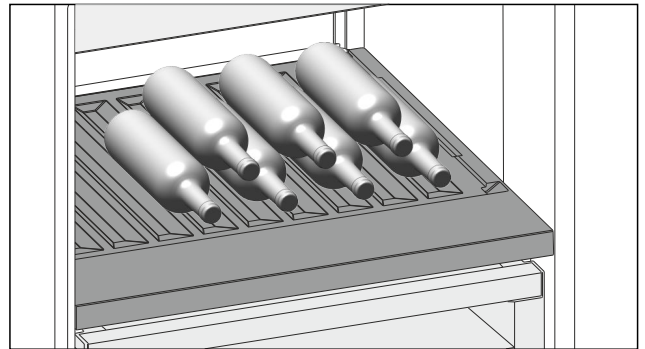

Fig. 206 Immagine a titolo di esempio
- ▶ Inserire le bottiglie con il fondo rivolto verso la parte posteriore. (vedere Fig. 206)